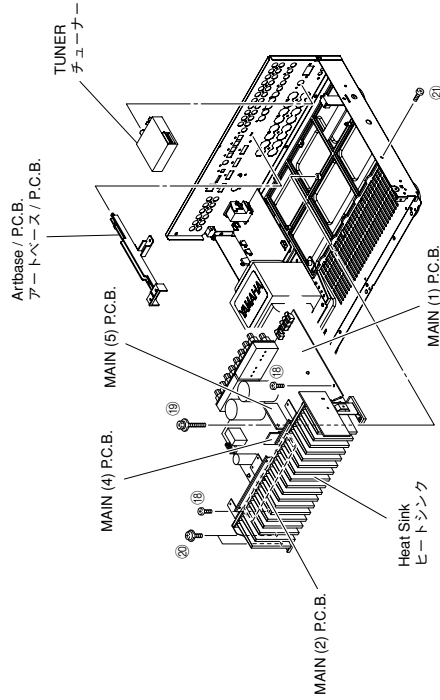

Fig. 5
- Remove the TUNER. (Fig. 5)
- TUNERを取り外します。(Fig. 5)
10. Removal of MAIN (1), (2), (4) and (5) P.C.B.s
- Remove the Airbase/P.C.B.. (Fig. 5)
- Remove 2 screws (⑱), 1 screw (⑲), 2 screws (⑳) and 1 screw (㉑). (Fig. 5)
- Remove MAIN (1), (2), (4) and (5) P.C.B.s together with the Heat Sink. (Fig. 5)
10. MAIN(1), (2), (4), (5) P.C.B.の外し方
- アールベース/PCBを取り外します。(Fig. 5)
- ⑱のネジ2本、⑲のネジ1本、⑳のネジ2本、㉑のネジ1本を外します。(Fig. 5)
- MAIN(1)、(2)、(4)、(5) P.C.B.をヒートシンクと一緒に取り外します。(Fig. 5)